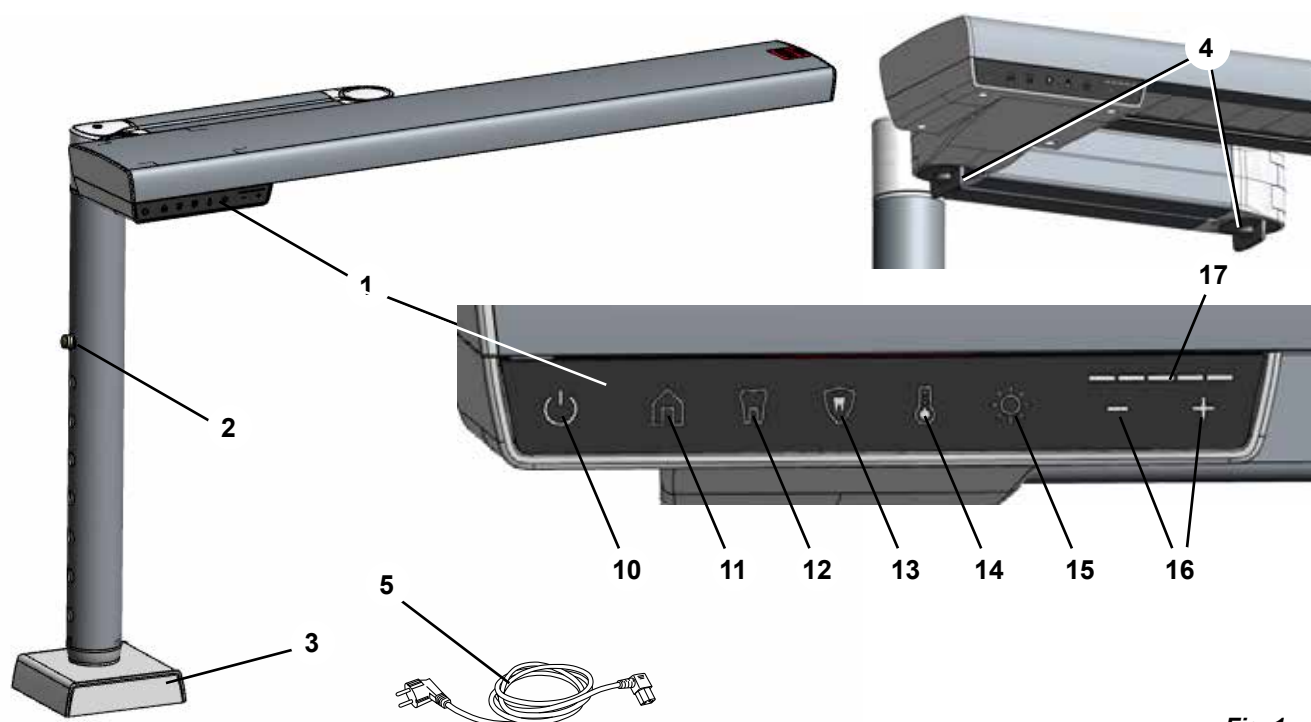

Fig. 1
- ⇒ Enfoncez le blocage du réglage en hauteur (2, Fig. 1) et sortez le tube intérieur au niveau du socle jusqu'à la position maximale.
Pour déterminer l'emplacement de montage approprié, desserrez le verrouillage articulé 4, Fig. 1) et vérifiez que vous pouvez déplacer la lampe de travail dans la position optimale décrite précédemment (chapitre 4.2.1).
- ♦ La touche Brightness (15, Fig. 1) s'allume.
- ♦ Sur l'affichage Intensity (17, Fig. 1), la valeur de luminosité actuelle apparaît.